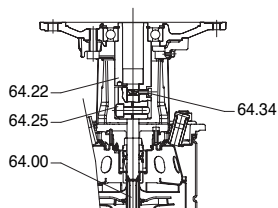

Fig. 6c
Solo per le MXV(L) 25, 32, 40, 50, in posizione verticale dalla posizione di appoggio avvitare le viti del giunto (64.25) senza giungere al bloccaggio dell'albero (64.00), quindi avvitare la vite (64.34) (fig. 6c) posta nel giunto (64.22) fino a fine corsa. A questo punto serrare uniformemente le viti (64.25) con la corretta coppia di serraggio, quindi l'albero risulta essere bloccato. Montare il motore come indicato nel **capitolo 6.5**.